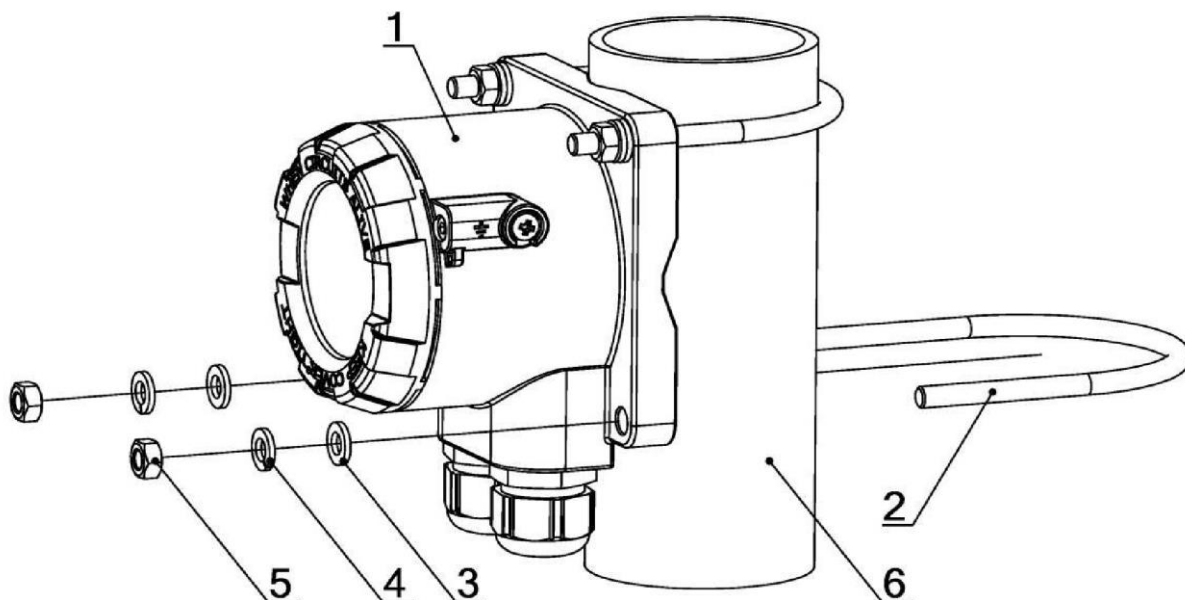

Рис. 4. Пример монтажа измерителя ALW-N на трубе
Монтаж измерителя на трубе выполняется в соответствии с Рис.4.
Монтажный комплект включает: скобы крепежные (2), шайбы (3), (4) и гайки (5). Установите измеритель на трубе в нужном положении. Вставьте скобы (2) в отверстия в корпусе измерителя, как показано на Рис. 4. Наденьте шайбы (3) и (4) на резьбу скоб и наверните гайки (5).